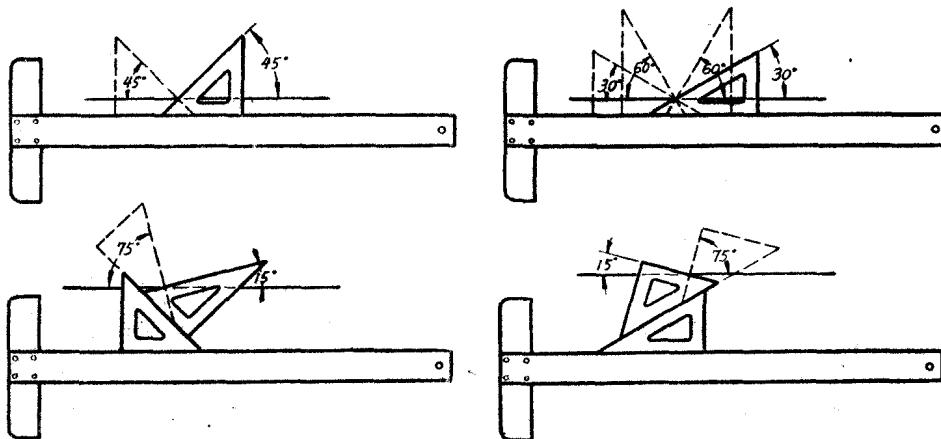

图 27 各种角度的斜线
**2. 各种角度的斜线** 三角板与丁字尺联合使用，能画  $15^\circ, 30^\circ, 45^\circ, 60^\circ, 75^\circ$  的斜线，如图 27 所示；若連續作下去，可以不用量角仪，直接将圆 6 等分，8 等分，12 等分或 24 等分。